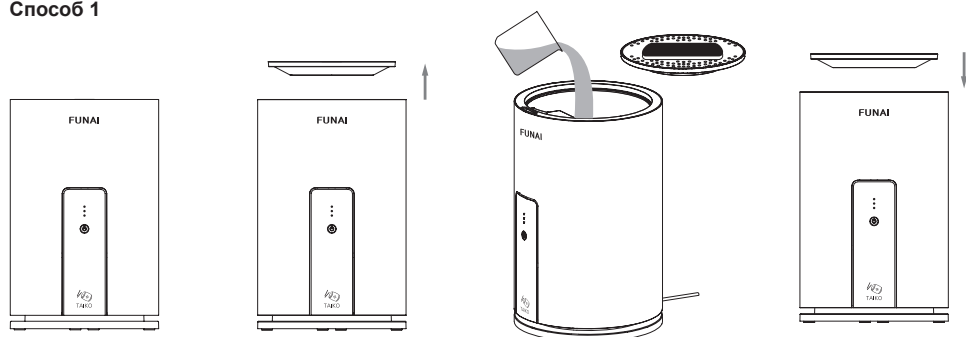
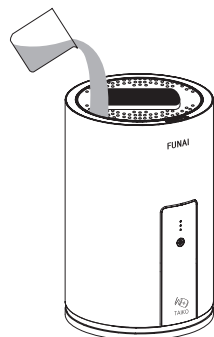

Рис. 2
Рис. 3
5. Снимите крышку и залейте воду в резервуар (см рис. 2) или воспользуйтесь верхним заливом на крышке устройства (см рис. 3). Температура воды не должна превышать 40 °С.